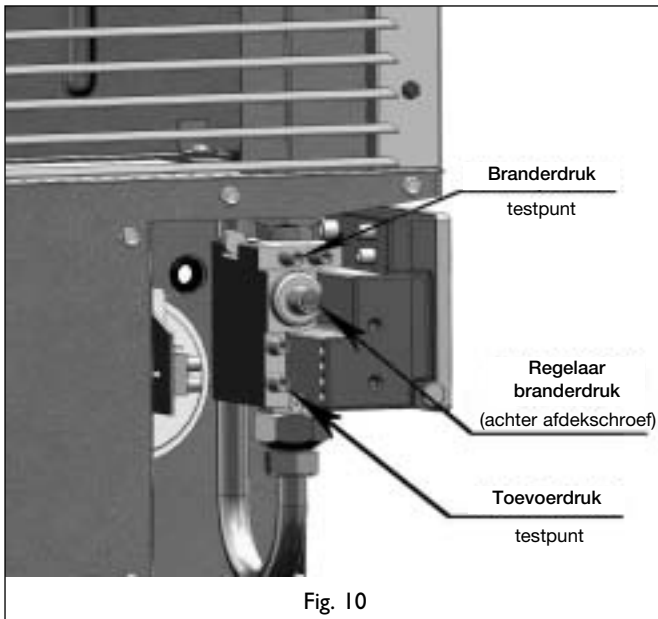

Fig. 10
- Pas de branderdruk aan voor propaan, met gebruikmaking van het testpunt en de afstelschroef; zie afb. 10. In Bijlage 3 ziet u de vereiste gasdruk voor de diverse versies van het toestel.
Ga als volgt te werk; zie Afb. 10: